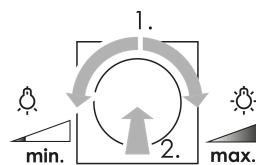

Figure 2: Allumer la lumière avec la luminosité minimale ou maximale
- Tourner le bouton de réglage d'un quart de tour, puis appuyer brièvement sur le bouton de réglage : la lumière s'allume avec la luminosité minimale ou maximale (Figure 2).